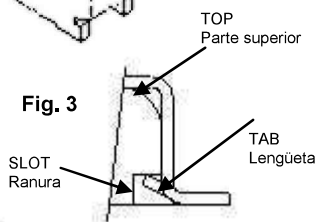
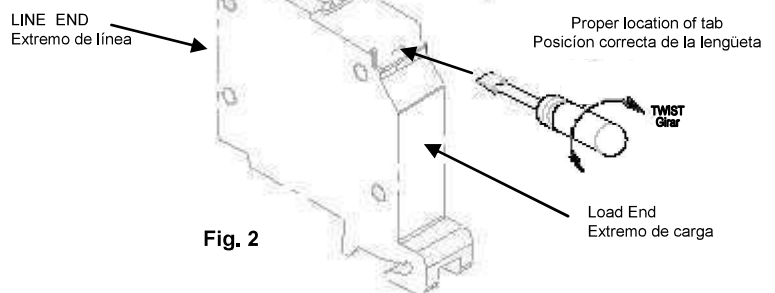

Fig. 3
Fig. 2
- Step 4: Ensure that tabs are completely inside slots. A thin blade screwdriver may be used to seat tabs if necessary (Fig. 2). However, care must be used to avoid pushing tab down away from top of slot which will result in a loose fit (Fig. 3)
- Paso 4 : Asegúrese de que las lengüetas estén metidas completamente dentro de las ranuras. Si es necesario, utilice un destornillador de punta fina para sentar las lengüetas (Fig. 2). Pero debe tener cuidado para evitar empujar la lengüeta y alejarla de la parte de arriba de la ranura, ya que esto aflojaría el ajuste (Fig 3).